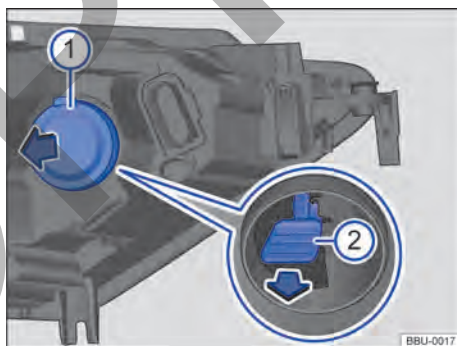

Fig. 154 En el lado derecho del vano motor: parte trasera del faro.
3. Retire la tapa de goma → fig. 154 .
4. Extraiga el portalámparas → fig. 154  por el asidero en el sentido de la flecha. Para facilitar la operación, presione al mismo tiempo el asidero un poco hacia arriba y abajo, alternando.
6. Coloque el portalámparas en el faro con cuidado y presiónelo hacia delante hasta que note que encastra → fig. 154.